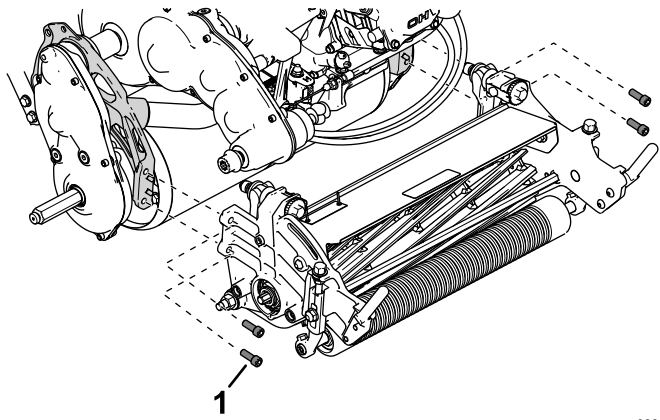

図4
3. ソケットヘッドねじ4本でカッティングユニットを機体に取り付ける 図4。